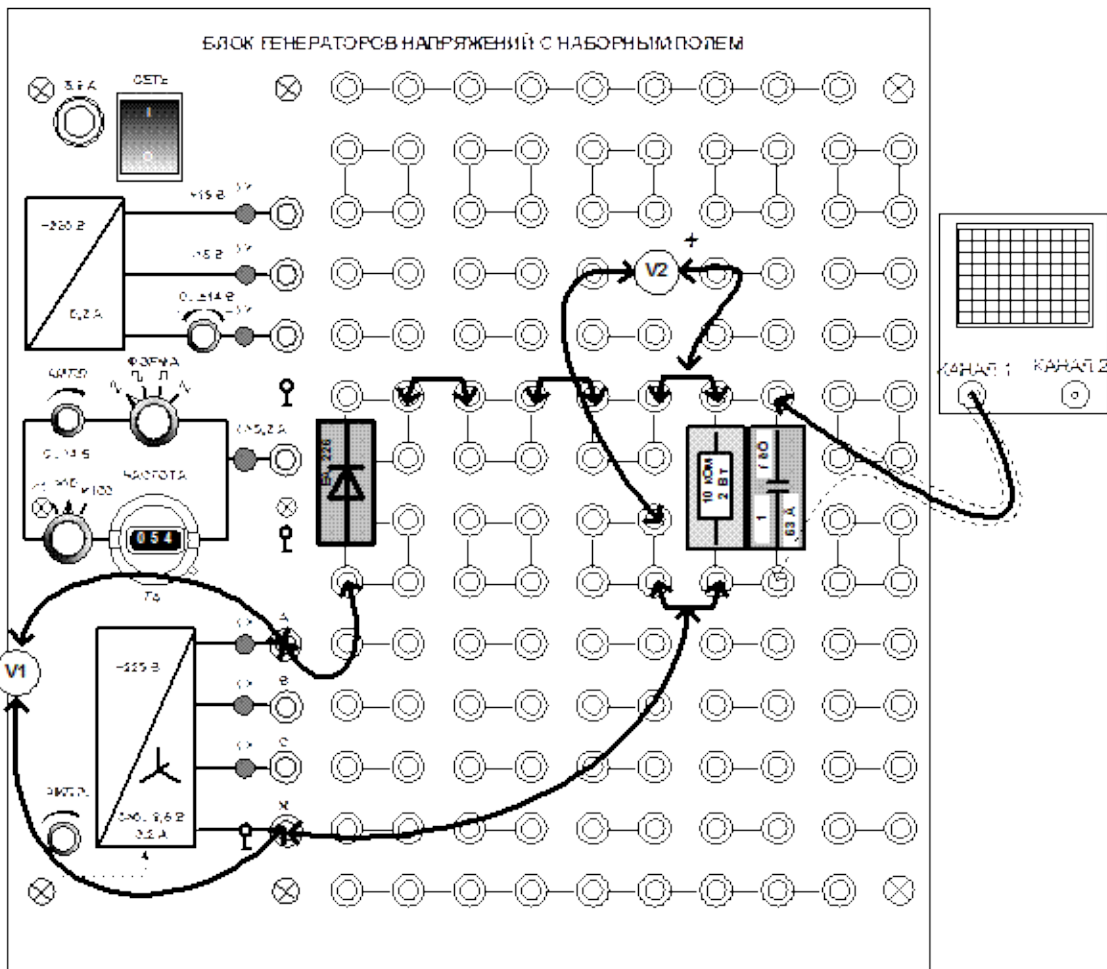

Рис. 15.4
1. Соберите цепь согласно принципиальной схеме (рис. 15.3) и монтажной (рис. 15.4) сначала без сглаживающего фильтра ($C=0$). Включите мультиметры: V1 – для измерения действующего значения синусоидального напряжения, V2 – для измерения постоянного напряжения.